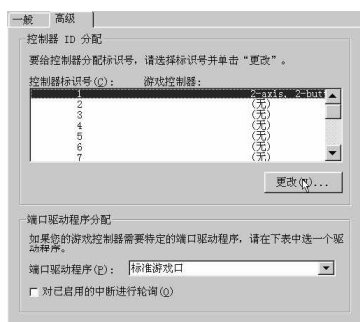

图 9
5. 随后系统会自动安装 DirectPad Pro。但该程序并不是装上就可以自动识别你的 PS 手柄，还需要进行一些设置。点选“游戏控制器”中的“高级”，如图9所示